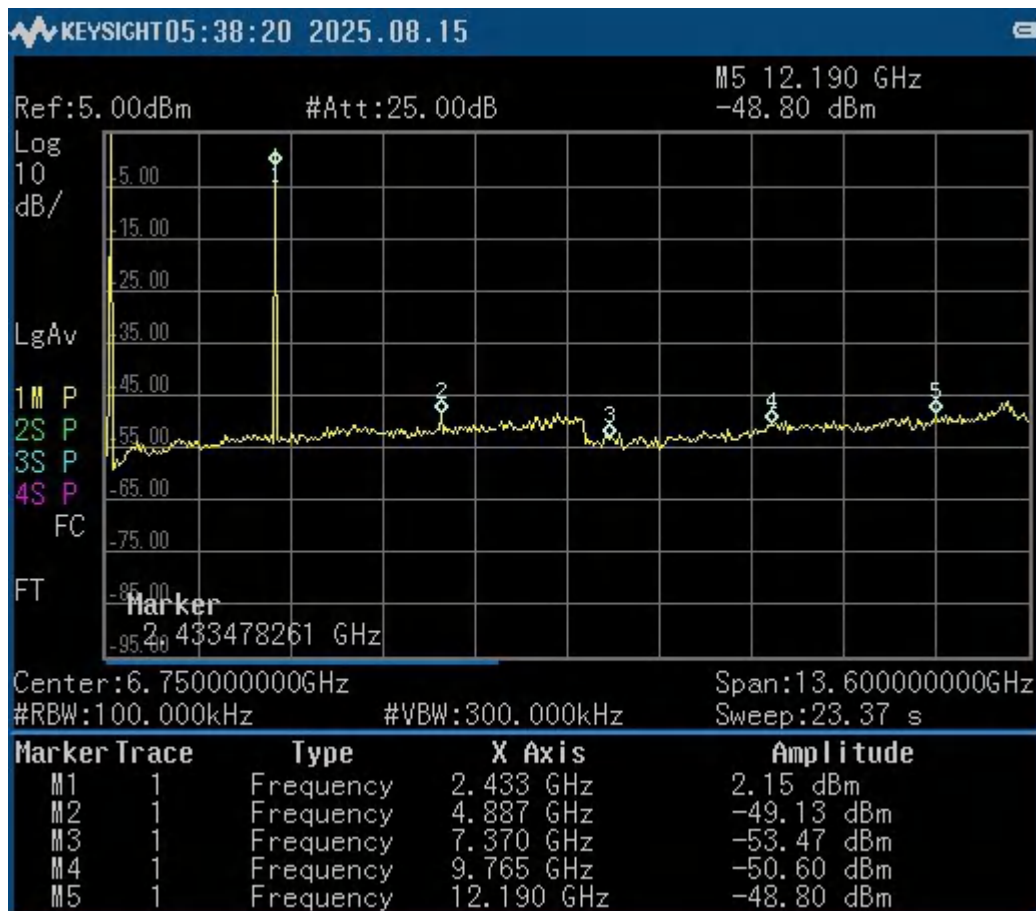

图 7-19. 杂散辐射测试的频谱分析仪输出
- 第 3 步：测量频谱分析仪的最小限值到最大限值范围内的杂散。（参考图 7-19，查看频谱分析仪上结果的示例，杂散显示为谐波）